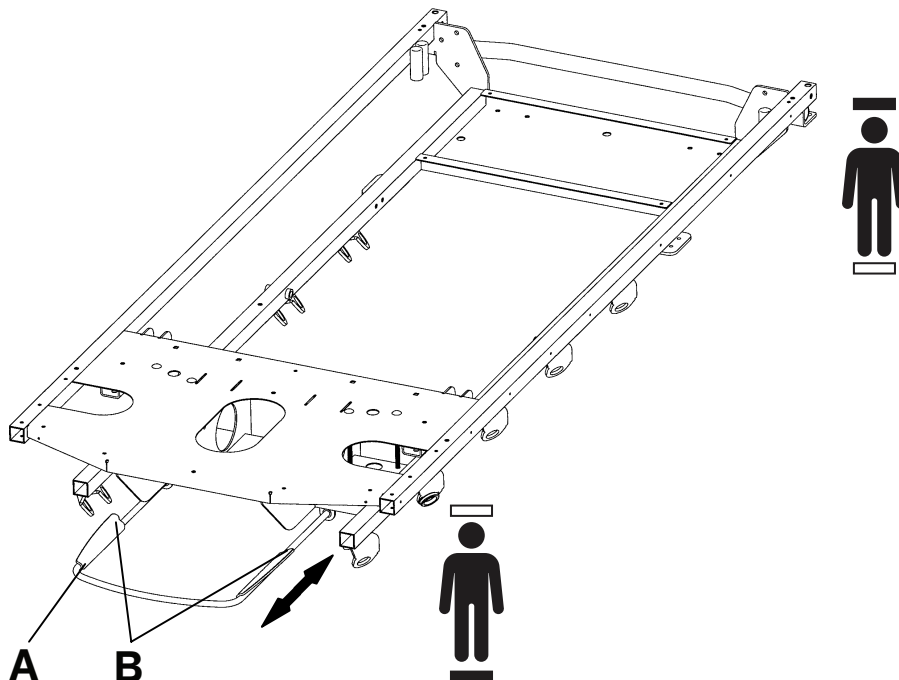

Figura 7 – Coloque el soporte del recipiente de residuos
2. Deslice el soporte del recipiente de residuos (A) hacia fuera para sacarlo de debajo del bastidor de la mesa (Figura 7).
4. Asegure la parte superior del recipiente en las «alas» (B) del soporte del recipiente de residuos.